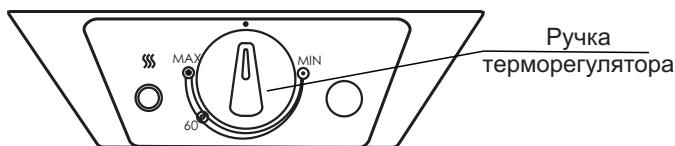

Рисунок 2 - Панель управления ЭВН моделей W30V1, W50V1, W80V1, W100V1, W120V1.
- в ЭВН **моделях W30V1, W50V1, W80V1, W100V1, W120V1** регулировка осуществляется с помощью выведенной наружу ручки терморегулятора. Поворотом ручки терморегулятора по часовой стрелке увеличивают температуру нагрева воды, против часовой стрелки - уменьшают. Для ориентации на шкале обозначено положение ручки терморегулятора, соответствующее нагреву воды примерно до 60 °C (см. рисунок 2).